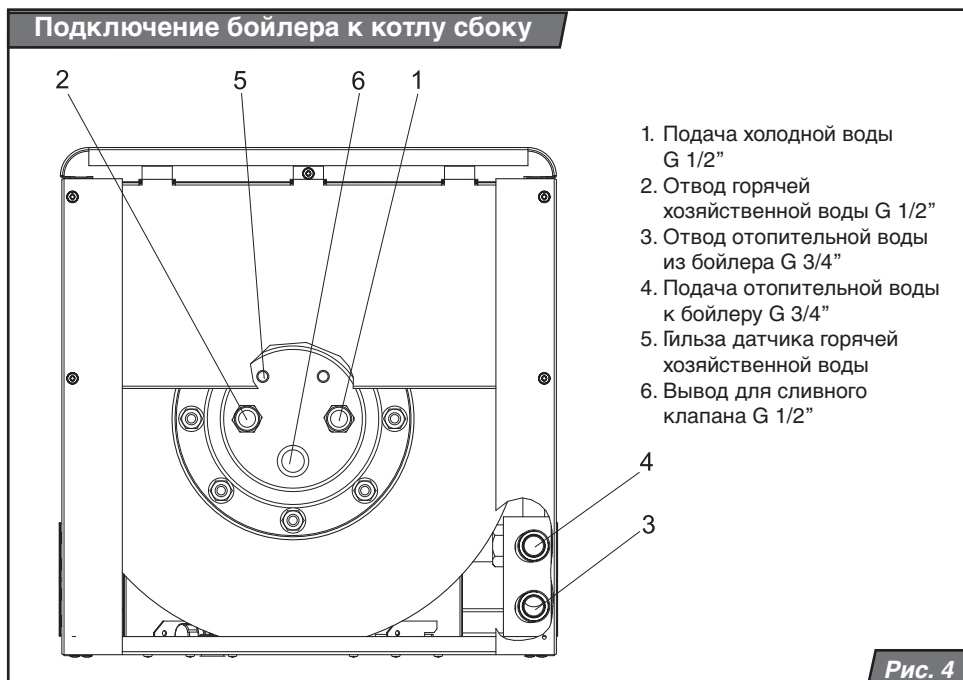

Рис. 4
В комплект оснащения бойлера входит сливной клапан, устанавливаемый на фланец выхода из накопительного бака (рис. 4 позиция 6). В верхней части накопительного бака, под передней панелью, находится отверстие, которое необходимо закрыть 1/2" пробкой, находящейся в том же комплекте.
8. К выводу из котла ОВ, предназначенной для нагрева накопительного бака (вторая концовка слева, если смотреть на котел прямо), наденьте бронированный шланг и подключите его к выходу для подачи ОВ в накопительный бак – см. рис. 4 (поз. 4).
9. Вывод ОВ из накопительного бака – см. рис. 4 (поз. 3) соедините с помощью второго бронированного шланга с концевкой ввода в котел ОВ для нагрева накопительного бака (четвертая слева, если смотреть на котел прямо).
10. На ввод холодной воды – см. рис. 4 (поз. 1) в накопительный бак установите предохранительный клапан с обратной заслонкой и запорный клапан. Соедините его с подачей холодной воды.
11. Соедините вывод горячей воды из накопительного бака – см. рис. 4 (поз. 2) с разводами ГВС.